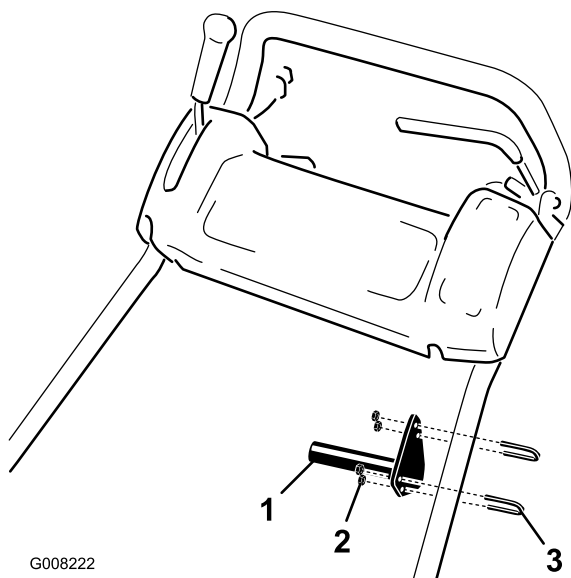

図 4
1. クランプ 2個とロックナット 4個を使って、昇降ハンドルをハンドルの左右に仮止めする（図 4）。
2. Pハンドルは、コントロール・パネルよりも 15 cm 程度下に取り付ける。（図 4）。取り付けナットを締め付ける。